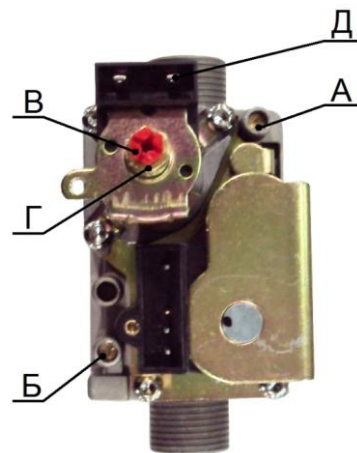

Рис. 11. Регулятор подачи газа
- 4) снять пластмассовый колпачок с регулировочных винтов В и Г (см. Рис. 11).